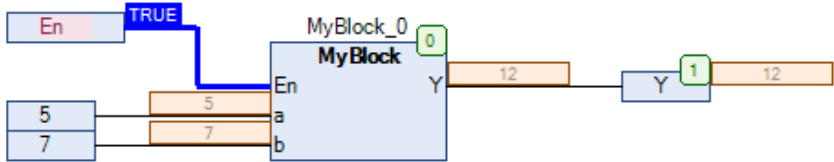
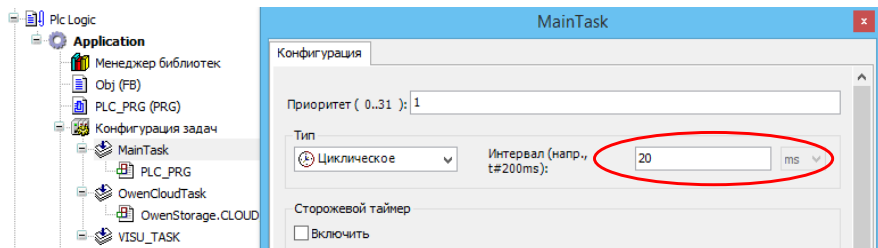

Рис. 89. Использование созданного блока
Рис. 93. Интервал в MainTask
Теперь можно использовать созданный блок в главной программе, например так, как показано на рис. 89.
Стоит отметить, что взятая на рис. 89 константа 0,02 зависит от интервала, выбранного в MainTask (рис. 93).
Стоит отметить, что взятая на рис. 96 константа 0,02 зависит от интервала, выбранного в MainTask (рис. 93 п. 7.5).
2. Почему переменные в программе на рис. 89 имеют такие типы данных?